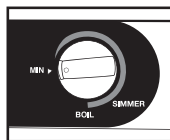

Fig. 6
1. Ponga el control de temperatura en “MIN” (Fig. 6). Ponga el interruptor en “OFF” y desconecte el cable de la toma de corriente.